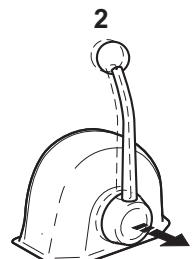

Figure 18
Lorsque la poignée est désengagée (Figure 18, (1)), le régime du moteur peut être contrôlé sans engager l'embrayage. L'embrayage reste en position NEUTRE, en position de point mort. Tournez le bouton (Figure 18, (2)) dans le sens inverse des aiguilles d'une montre pour déplacer la poignée ou dans le sens des aiguilles d'une montre pour verrouiller la poignée.